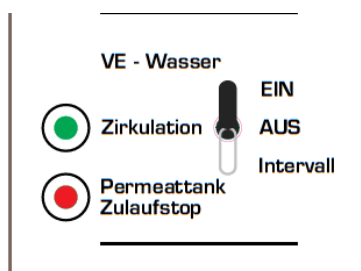

Abb. 2: Schalterstellungen Zirkulation am Bedienfeld des Permeattanks
- ◆ Starten Sie die Desinfektion, indem Sie die Permeatpumpe P5.1 und die Zirkulation am Kippschalter des NASK III (siehe Abb. 2:) einschalten (EIN).